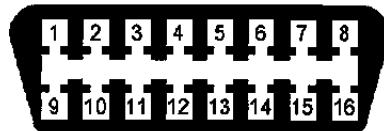

Рис. 2. Колодка OBD-II.
- На а/м ГАЗ с двигателями под нормы Евро3 и двигателями **Chrysler 2.4L DOHC** устанавливается 16-ти, контактная диагностическая колодка стандарта SAE J1962 (OBD-II) (см.рис.2). Колодка расположена под рулевой колонкой справа (над педалью акселератора).
- На а/м УАЗ устанавливается 16-ти контактная диагностическая колодка стандарта SAE J1962 (OBD-II) (см.рис.2). В зависимости от года выпуска, она расположена в моторном отсеке справа, рядом с блоком управления двигателем или в салоне под рулевой колонкой. Также на более старых автомобилях в моторном отсеке может быть установлена 12-ти контактная диагностическая колодка ГАЗ-12.